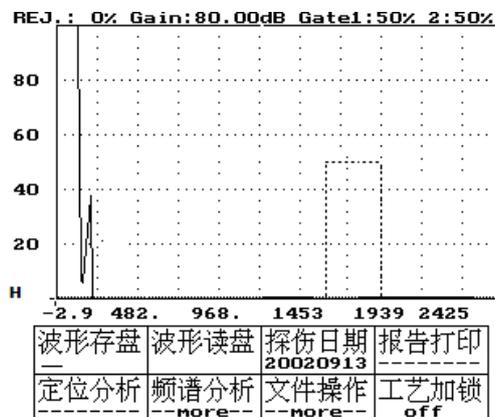

图 20-1
2. 按进入键——进入波形存盘功能, 虚框变实框, 同时在“波形存盘”下方有“—”光标, 提示用户输入所需存储的波形文件名编号, 如图 20-1 所示。